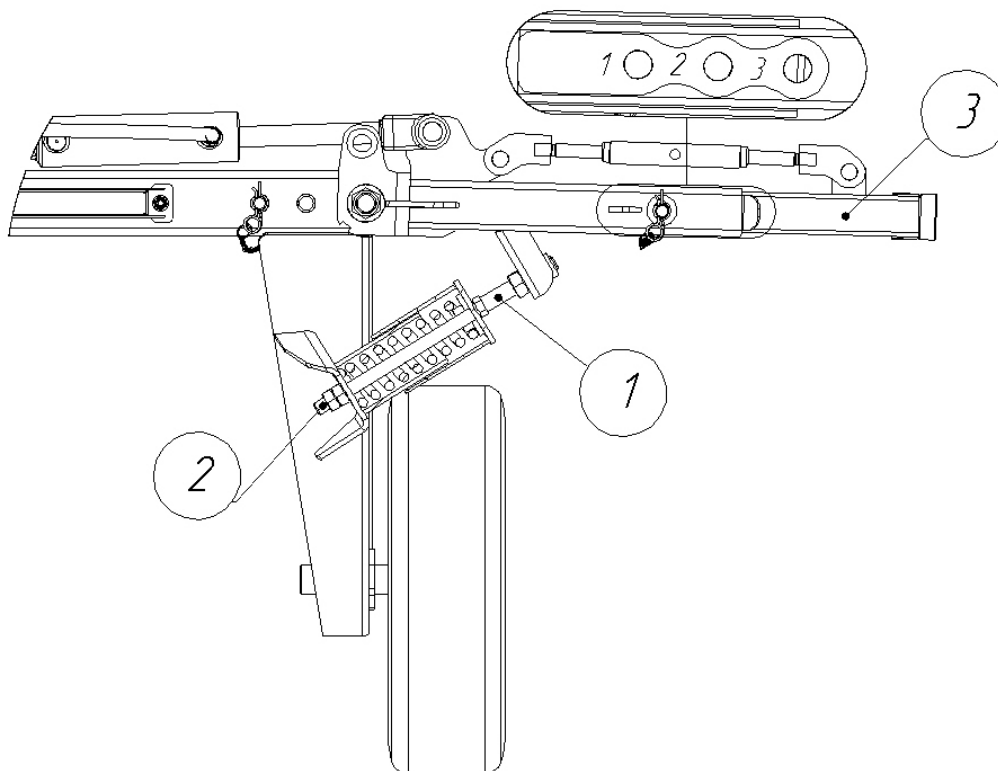

Рисунок 17 – Регулировка давления на почву
Для обеспечения качественной работы грабель проведите регулировку давления рабочих колёс на почву. С помощью опорного винта (1) и амортизационной пружины (2) (рисунок 17) отрегулируйте секции таким образом, чтобы граблины (спицы) всех рабочих колёс коснулись почвы (регулировку производите на ровной площадке в рабочем положении).